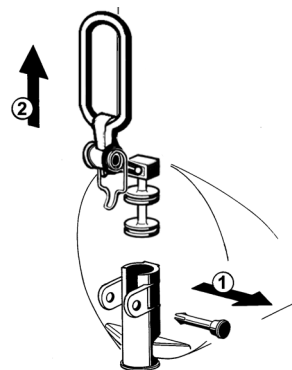

figure 11
**5** Démontez le robinet selon la séquence indiquée (voir figure 11).
3 Remonter le robinet sur le réservoir en suivant la séquence effectuée pour le démontage en sens inverse (voir figure 11).